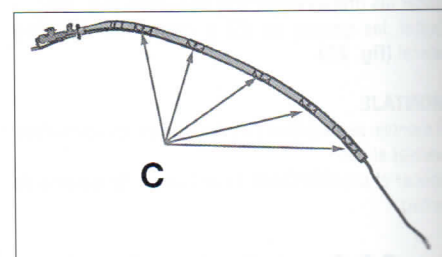

FIG. 21
Quitar las grapas en (C) y desmontar el airbag lateral (fig. 21)